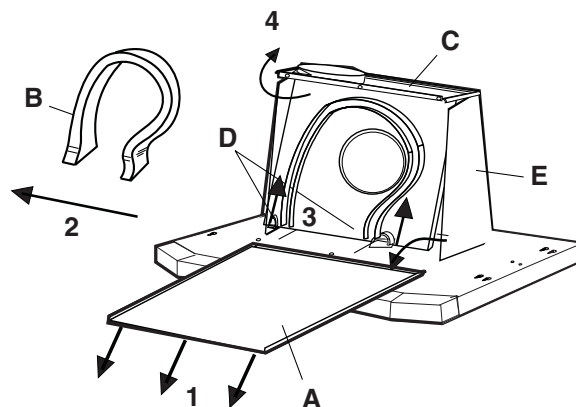

Fig. 4.1
1. Lossa de tre skruvarna på framsidan och häkta av frontluckan (A), (se Fig. 4.1)
2. Tag bort ljudisoleringen (B).
3. Tryck upp snäppena (D) på plastmellanväggen (C).
4. Häkta av plastmellanväggen från motorhuset (E).